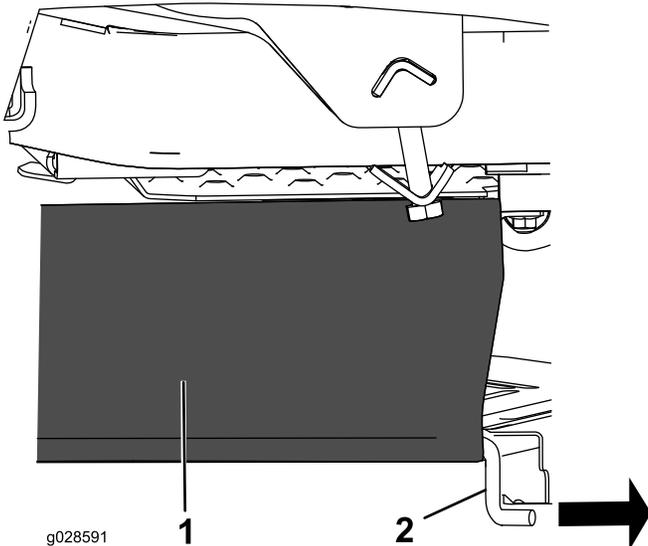

Bild 7
1. Schieben Sie die vorhandene Stützstange aus der Mähwerkabdeckung heraus (Bild 7); bewahren Sie die Stange für später auf, wenn die Maschine ohne Heckfangsystem verwendet wird.